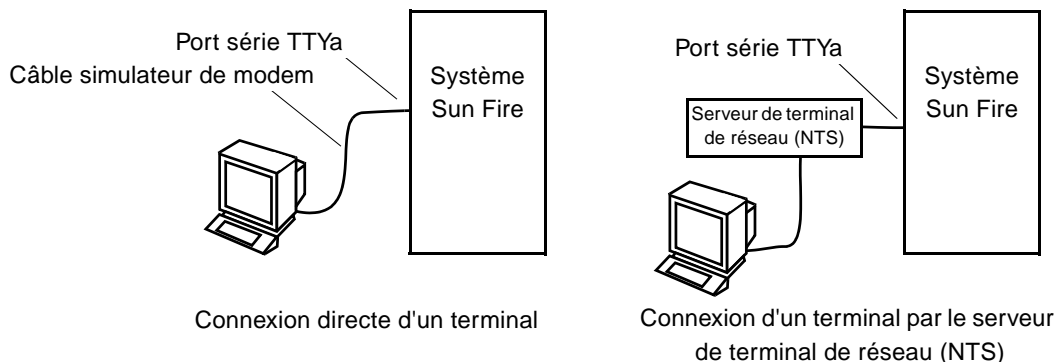

FIGURE 5-3 Connexions des câbles série
2. **Connectez l'autre extrémité du câble série au terminal ASCII ou au serveur NTS choisi** (FIGURE 5-3).